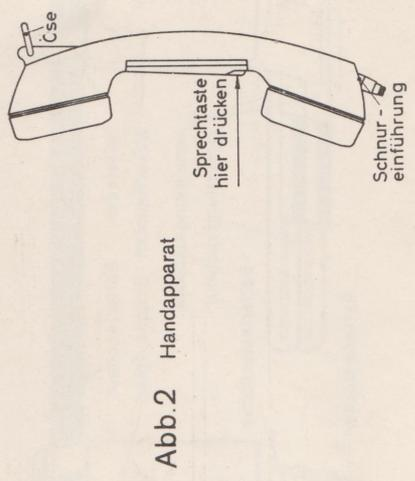

Abb.2 Handapparat
- 2.1.3 Sprechen: Zum Sprechen muss die Sprechaste am Handapparat gedrückt werden. Da die Sprechaste einseitig gelagert ist, betätigt man sie durch Druck auf die geriffelte Fläche (siehe Abb. 2).
- 2.2.3 Sprechen: Zum Sprechen muss die Sprechaste am Handapparat gedrückt werden. Da die Sprechaste einseitig gelagert ist, betätigt man sie durch Druck auf die geriffelte Fläche (siehe Abb. 2).
- 2.3.3 Sprechen: Zum Sprechen muss die Sprechaste am Handapparat gedrückt werden. Da die Sprechaste einseitig gelagert ist, betätigt man sie durch Druck auf die geriffelte Fläche (siehe Abb. 2).